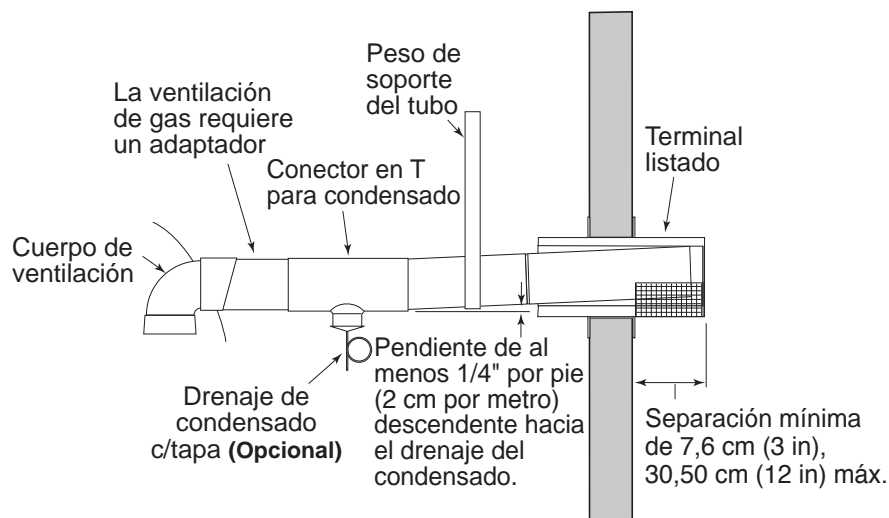

Figura 25.
- sobresaliendo 8 cm (3 in) como mínimo y 30 cm (12 in) como máximo de la pared (vea la Figura 25 en la página 33), según las instrucciones de ventilación del fabricante